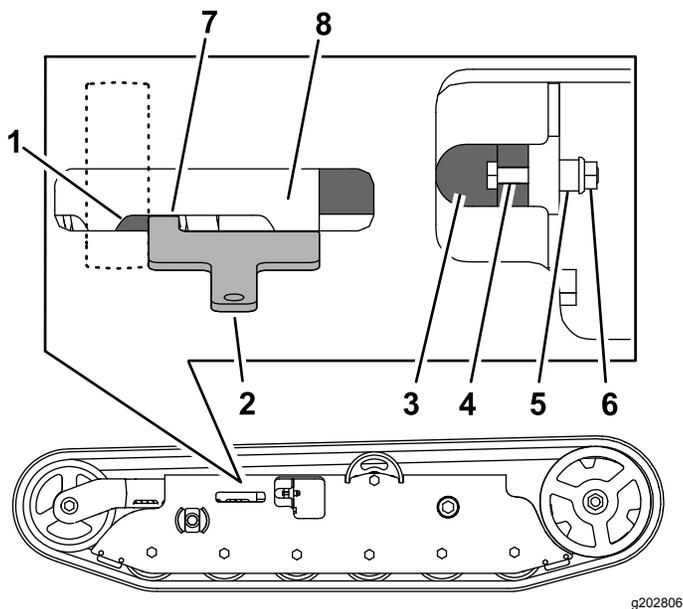
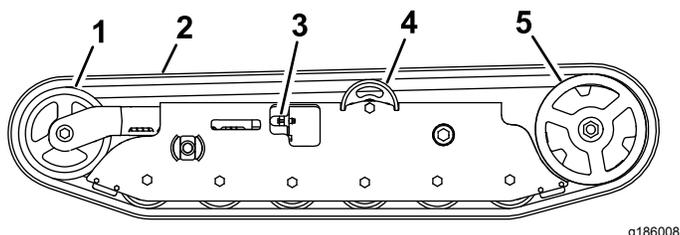

Figure 36
Figure 37
Si vous placez la languette de l'outil tendeur le long du bord arrière de l'écrou de tension, l'autre extrémité de l'outil tendeur doit s'aligner sur le bord du bras de tension, comme montré à la Figure 36. Si l'écartement n'est pas correct, réglez la tension des chenilles comme suit :
- Retirez le boulon (1/4 x 1-5/8 po), l'entretoise et l'écrou (Figure 36).
- Figure 36
- Alignez l'encoche la plus proche dans le boulon de tension et le trou du boulon, et fixez le boulon de tension avec le boulon (1/4 x 1-5/8 po), l'entretoise et l'écrou (Figure 36).
- Tournez la vis de tension dans le sens horaire pour réduire la tension (Figure 36 et Figure 37).
7. Lorsque la chenille est déchaussée e la roue avant, retirez-la du pignon d'entraînement et des galets de roulement (Figure 37).
8. Pour installer la chenille neuve, commencez par l'enrouler autour du pignon d'entraînement, en veillant à ce que les crampons s'engagent correctement entre les entretoises du pignon (Figure 37).
9. Poussez la chenille sous les crampons et entre les galets de roulement (Figure 37).
5. Figure 36